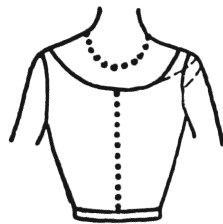
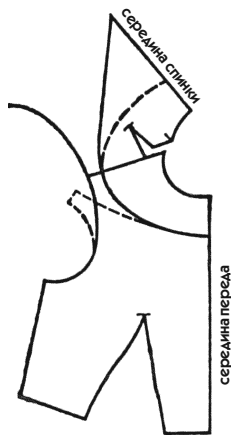

Рис. 162
Рис. 163
На рис. 162 мы рассмотрим пример большого выреза, при котором плечи уменьшены до простых бретелей. Такое декольте представлено для того, чтобы привлечь ваше внимание к способу соединения частей лифа на плечах, учитывая ширину бретелей.
1. В соответствии с ранее данными объяснениями скопируйте лекала переда и спинки (не перемещая на этот раз вытачку на плече спинки) и соедините обе части на плече. Начните с совмещения пройм, а не линий плечевого среза, потому что вытачка на спинке, вызывающая излишек длины плеча, находится в той части, которая будет вырезана (рис. 163).
2. Подберите нужную форму декольте и начертите ее на лекале. На рис. 163 приведено 2 примера выреза на спинке: один выполнен сплошной линией, другой — пунктирной, оба сочетаются с вырезом на передле лифа.
На рис. 162 мелким пунктиром показан второй пример декольте, который полностью открывает плечо, а бретель спускается на руку. Если соответствовать модели и выстроить плечо, как показано пунктиром на рис. 163, то вы будете обречены на почти полную неподвижность рук, а бретель будет очень трудно или почти невозможно поднять на плечо.
Напротив, правильно выстроенную бретель (показана сплошной линией на рис. 163) можно легко спустить на руку, а в случае необходимости опять поднять на плечо.
Чертеж 170 представляет декольте, изображенное на рис. 162, но менее глубокое и не целиком обнажающее плечо.
отображенного на чертеже 160, придется действовать в два приема: сначала обтачать декольте, а пройму только после того, как будут соединены плечи от проймы (см. рис. 163 и 170).
Для узкой бретели (рис. 162) можно применить 2 приема: